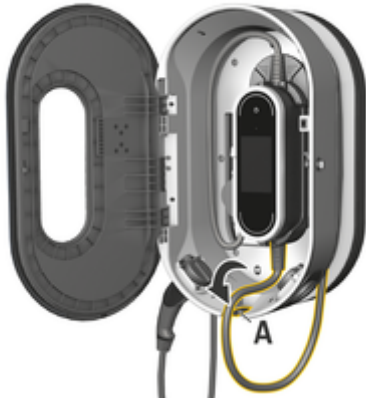

Fig. 239: Hekte på betjeningsenheten
3. Trekk kjøretøykabelen gjennom åpningen A (Fig. 239) og vikle den overskytende ledningslengden rundt Charge Dock.